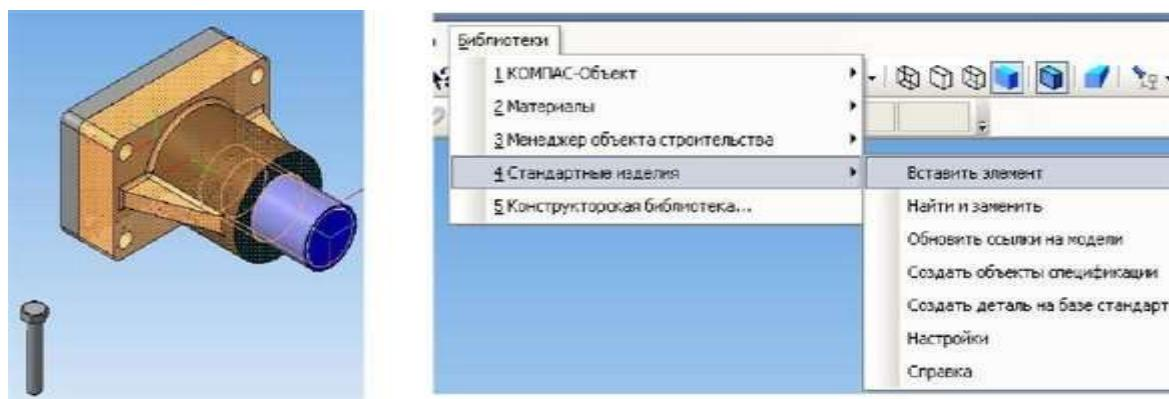

Рисунок 9.18 – На поле *Сборки*
шестигранной головкой; исполнение 1; номинальный диаметр резьбы 6 мм; шаг крупный 1мм; длина болта 38мм). На рисунке 9.17 показано поле Сборки с открытой библиотекой крепежа. После подтверждения параметров болта (OK) щелкнуть ЛК мыши на поле *Сборки*, появится фантом болта → *Создать объект*, и на поле *Сборки* отразится болт (рисунок 9.18).